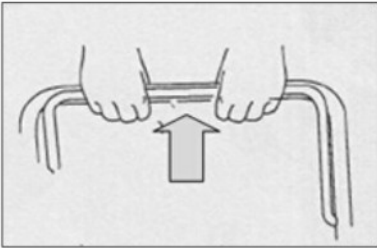

Fig. 2A
a) Debout derrière l'appareil, saisissez la poignée de frein et maintenez-la contre la poignée supérieure (Fig. 2A).